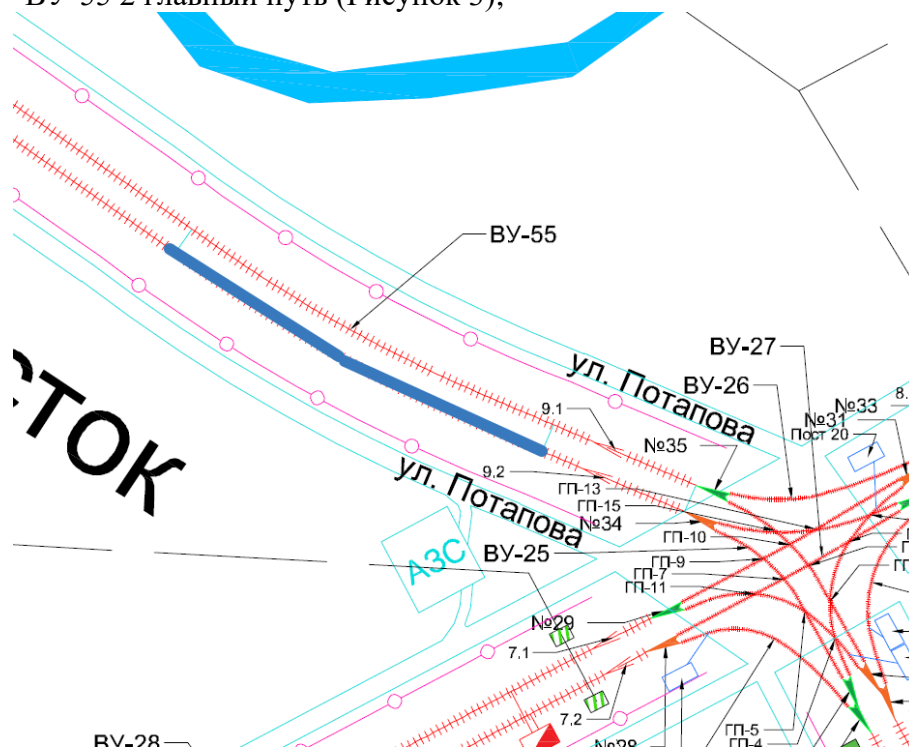

Рисунок 3. Месторасположение кривой ВУ-55.
1.3.4. ВУ-55 2 главный путь (Рисунок 3);